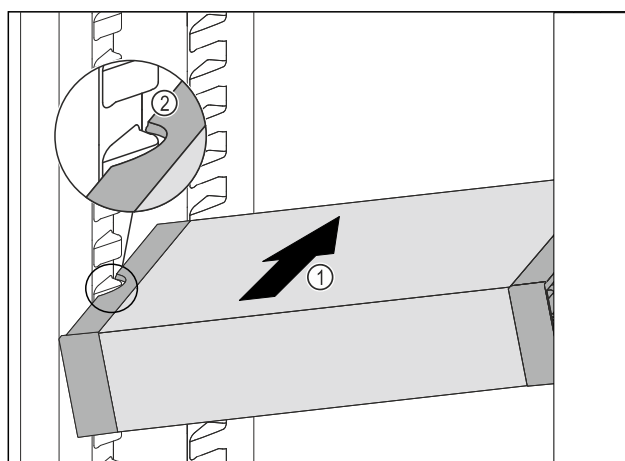

Fig. 210
- Futni pjerrtas VarioSafe në pjesën e ftohjes Fig. 210 (1), derisa foletë anësore Fig. 210 (2) të VarioSafe të jenë në lartësinë e brinjëve të kutisë në pjesën e ftohjes.